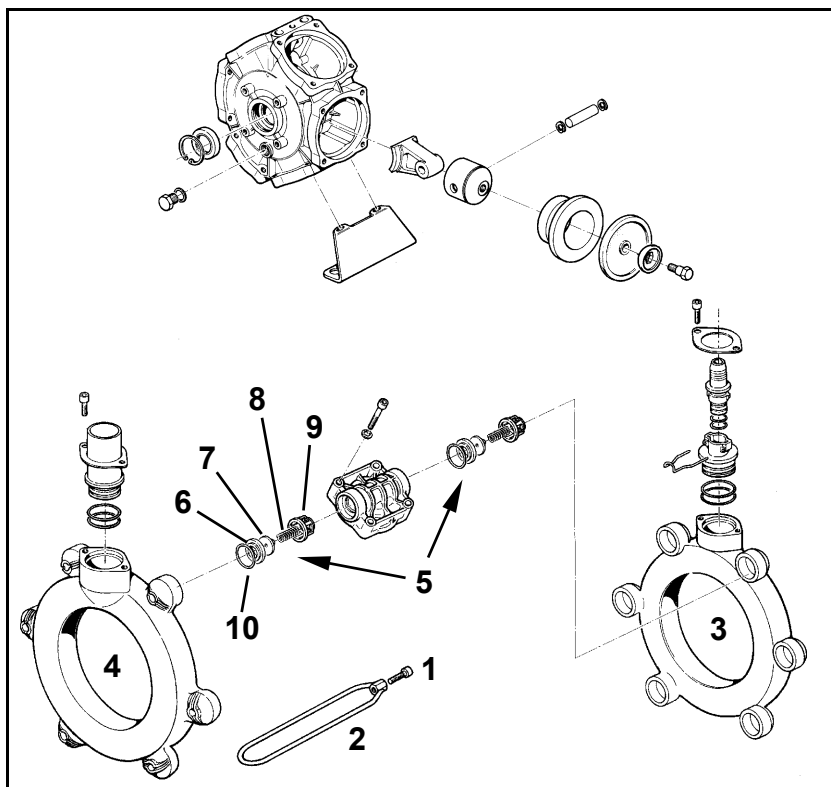

Bild 221
- Innan ventilsatserna (Bild 221/5) demonteras, notera och märk upp resp ventils monteringsläge.
- Beakta vid sammansättningen att ventilstyrningarna (Bild 221/9) inte skadas. Skador kan leda till att ventilerna blockeras.
- Skruvarna (Bild 221/1) måste dras åt korsvis med angivet moment. Felaktig dragning kan leda till spänningar med läckage som följd.
2. Lossa skruvarna (Bild 221/1) och demontera spännbygeln (Bild 221/2).
3. Demontera sug- och tryckrör (Bild 221/3 och Bild 221/4).
4. Demontera ventilsatser (Bild 221/5).
5. Kontrollera ev skador och slitage på ventilsäten (Bild 221/6), ventiler (Bild 221/7), ventilmfjädrar (Bild 221/8) och ventilstyrningar (Bild 221/9).
6. Demontera o-ringar (Bild 221/10).
8. Montera ventilsatser (Bild 221/5) efter kontroll och rengöring.
9. Montera nya o-ringar (Bild 221/10).
10. Montera sug- (Bild 221/3) och tryckrör (Bild 221/4) på pumphuset och montera spännbygeln (Bild 221/2).
11. Montera locket och dra åt skruvarna (Bild 221/1) korsvis med 11 Nm.